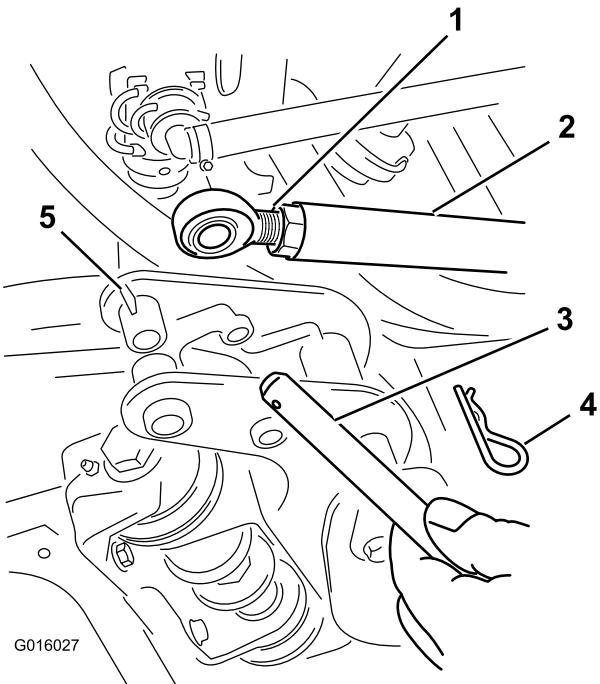

Рисунок 4
2. Для каждой стрелы опрыскивателя необходимо извлечь шплинт и удалить палец из штока, чтобы отсоединить его от корпуса оси поворота стрелы (см. Рисунок 4).